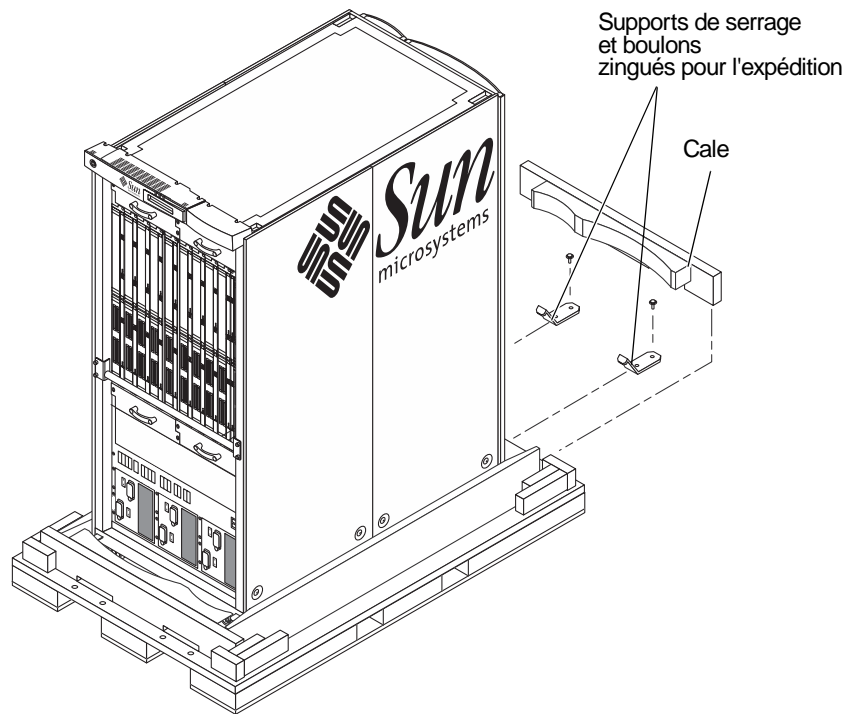

FIGURE 6-4 Armoire sur le plancher de la palette d'expédition
d. Repérez les deux supports de serrage et les quatre boulons zingués (FIGURE 6-4).